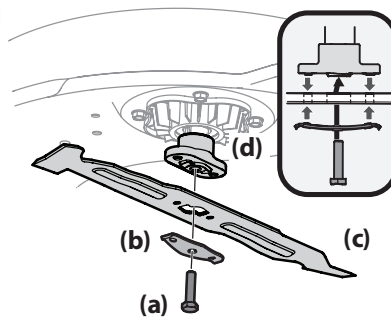

Figure 27
- Retirez le boulon hexagonal (a) et le support de la lame (b) qui fixent la lame (c) et l'adaptateur (d) au moteur du plateau. Voir Figure 27.
- Retirez la lame (c) et l'adaptateur (d) de la fusée du moteur du plateau de coupe. Voir Figure 27.